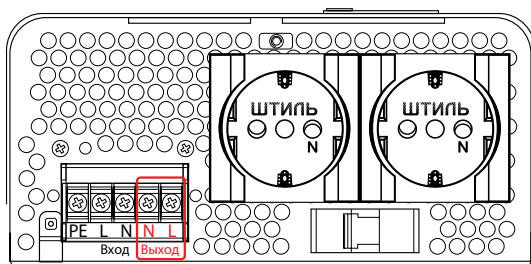

Рисунок 15. Стабилизаторы Штиль IS2500, IS3000 и IS3500. Выводы «Выход N-L»
8. Убедившись в отсутствии напряжения на выходе стабилизатора, подключить нагрузку. Подключение нагрузки осуществляется у моделей IS350, IS550, IS800, IS1000, IS1500 и IS2000 к розетке, у моделей IS2500, IS3000 и IS3500 к розеткам и к выводам «Выход N-L» (**рисунок 15**). Рекомендованное сечение кабеля для подключения нагрузки к выводам «Выход N-L» – 2,5 мм².